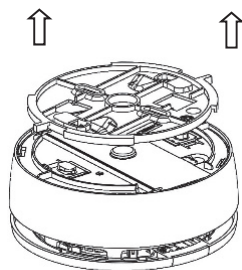

Figura 5
2. Retire o suporte plástico do detector (*ver Figura 5*).
1. Retire o suporte plástico do detector (ver Figura 5).